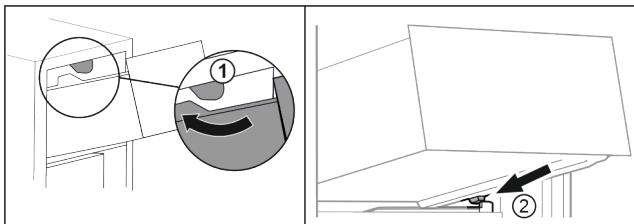

Fig. 83
- Prevedťte zásuvku okolo horných zarážok. Fig. 83 (1)
- Nasadte zásuvku šikmo za dolnými zarážkami na rebro nádoby. Fig. 83 (2)